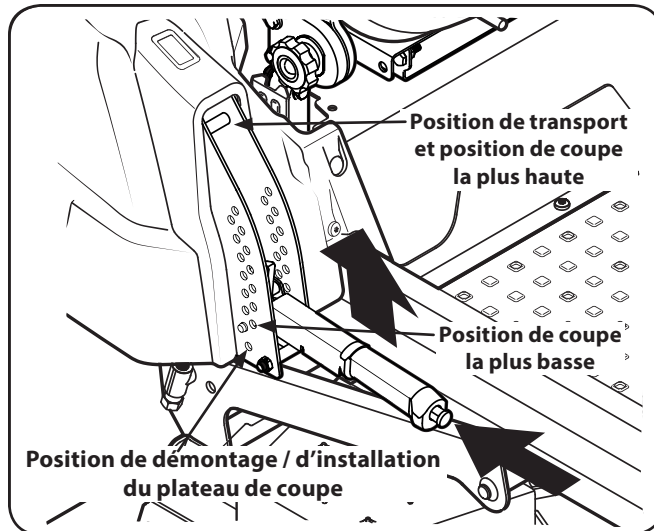

Figure 7-3
1. Utilisez le levier de relevage du plateau de coupe pour relever le plateau à la position qui placera la courroie à la position la plus horizontale entre les poulies de tension et la poulie de la prise de force sous le moteur. Voir Figure 7-3.
5. À l'aide du levier de relevage, abaissez le plateau de coupe à la position la plus basse. Voir Figure 7-3.
- Placez le levier de relevage du plateau de coupe à la position de coupe la plus haute. Voir Figure 7-3.